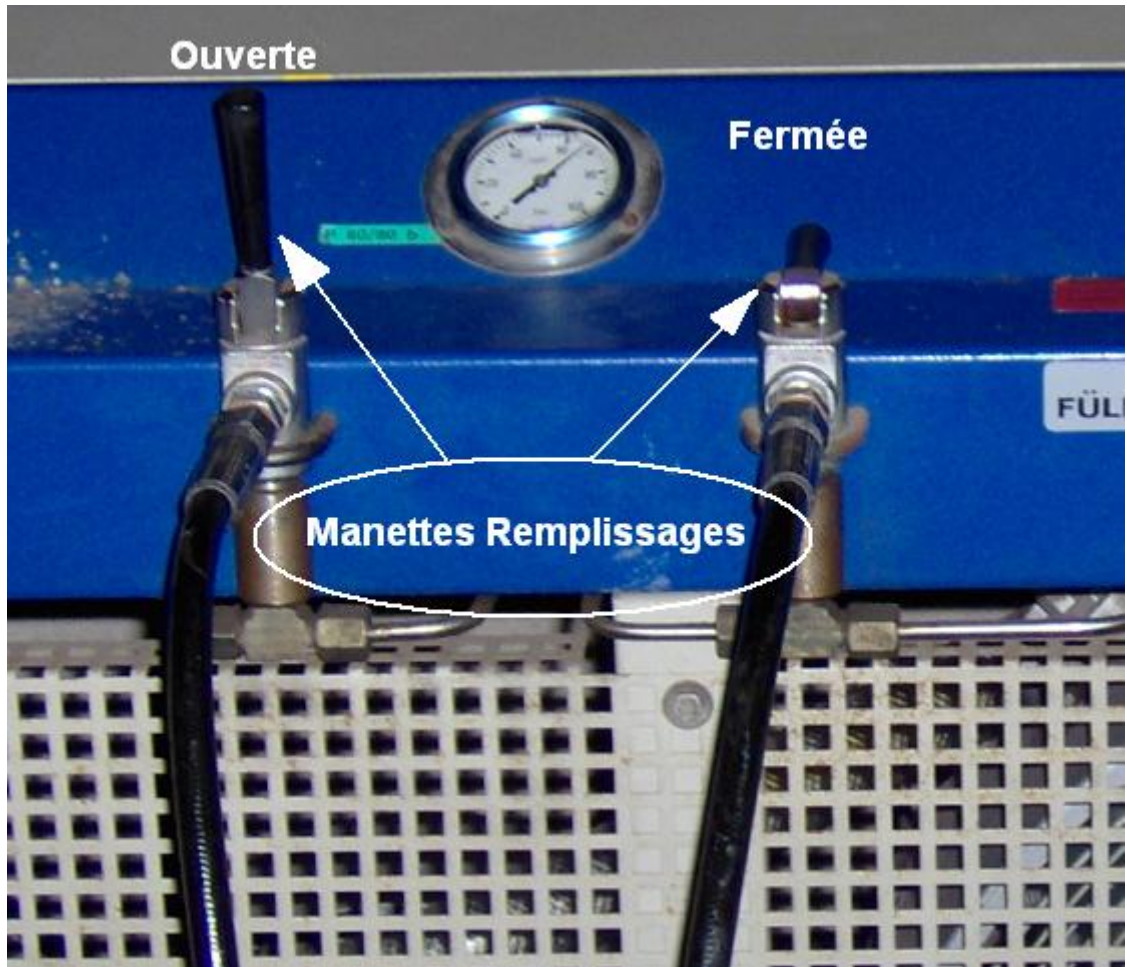

Fig. 4
- 3) Fermer ensuite toutes les mannettes (mannelles rabattues vers l'arrière, Fig4.)